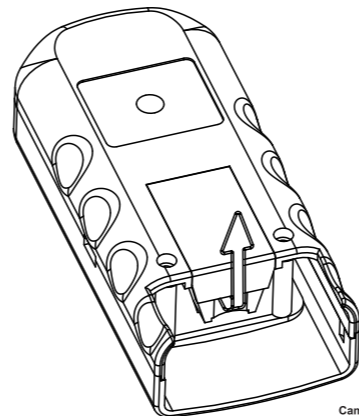

Fig.5
- Retire la tapa del compartimento de la pila (vea Fig.5).